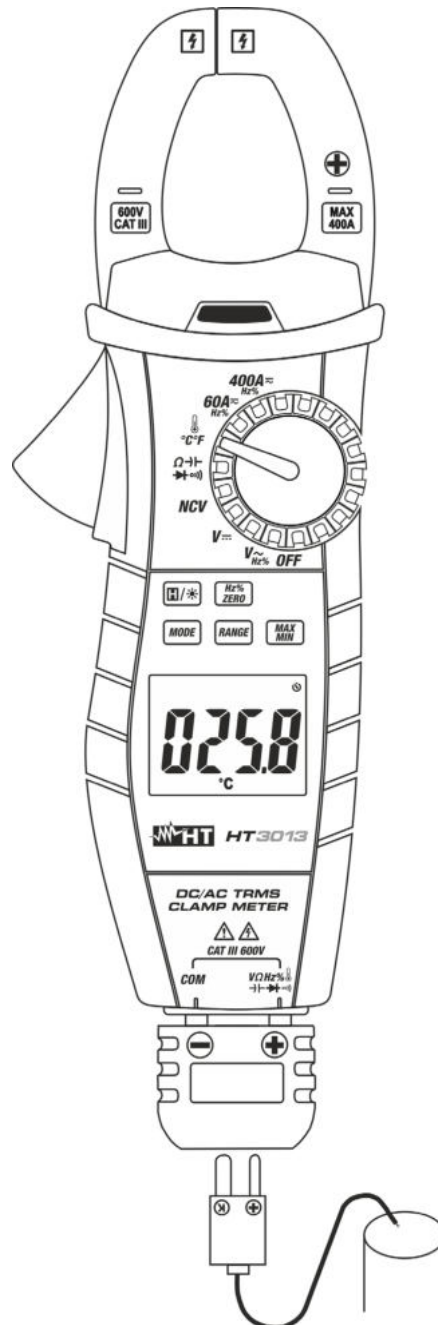

Fig. 10: Utilização da pinça na Medição de Temperaturas com sonda K
3. Inserir a sonda tipo K (fornecida) no terminal de entrada  $\text{V}\Omega\text{Hz}\% \rightarrow \text{I} \rightarrow \text{I} \rightarrow \text{I}$ ) e **COM** através do respetivo adaptador, respeitando a polaridade mostrada na Fig. 10. O valor da temperatura é mostrado no display.